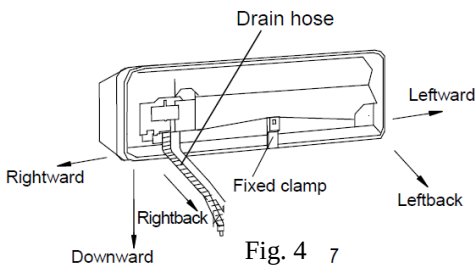

Fig. 4 7
Leitungsausgang hinten rechts (entspricht dem Leitungsausgang rechts unten, siehe Abbildung 4)
- Die Anordnung des Kondensatablaufs für den rechten Leitungsausgang ist in Abbildung 4 dargestellt.